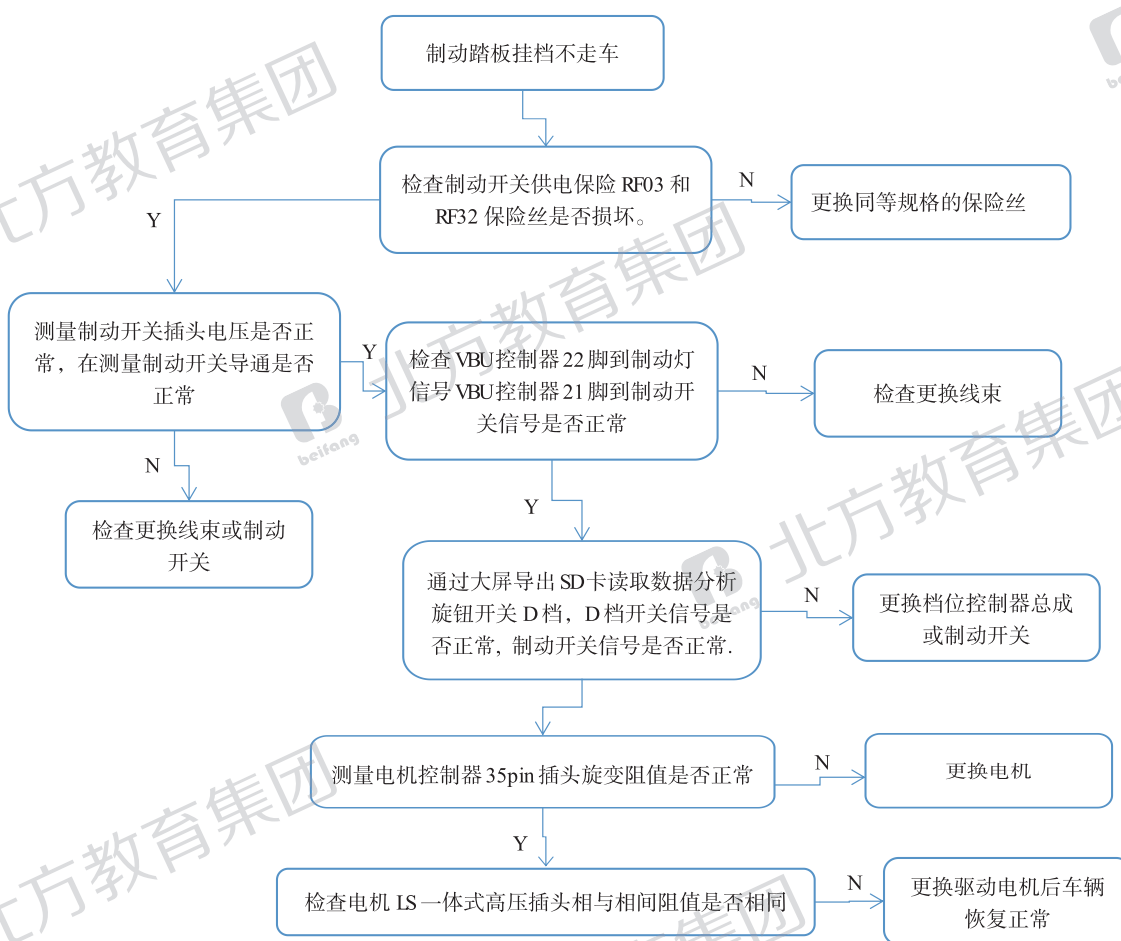

图 2
2.EV160-2016 款车型，车辆踩制动踏板挂档不走车（图 2）